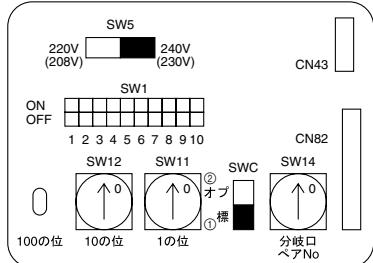

Fig. 6-7
6.4. Configuration des adresses (Fig. 6-7)